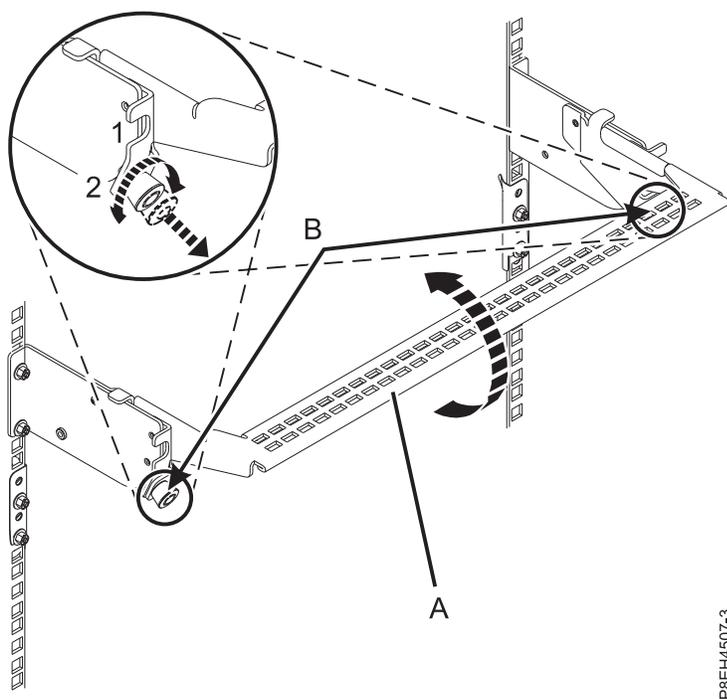

図 2. ケーブル管理ブラケットの保守位置への設置
5. EMX0 PCIe3 拡張ドロワーの背面で、ケーブル管理ブラケットを保守位置に置きます。3 ページの図 2 を参照してください。
- a. 1/4 回転ファスナー (B) を引き出し、ケーブル管理ブラケット (A) を上げた位置 (1) まで持ち上げながらそれらのファスナーを回転させて解放します。
- b. 1/4 回転ファスナー (B) を回転させ、ブラケットにかみ合わせて所定の位置にロックします。